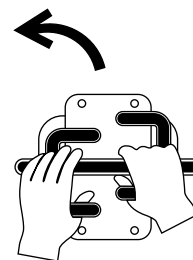

Figura 10
- Per sterzare a sinistra, spostate in avanti il comando della trazione di destra (Figura 10).